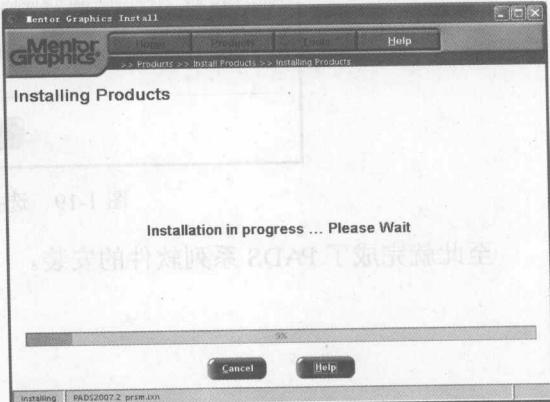

图 1-17 “Installing Products”窗口
(9) 单击“Install”按钮, 弹出如图 1-17 所示窗口, 开始安装并显示安装进度。